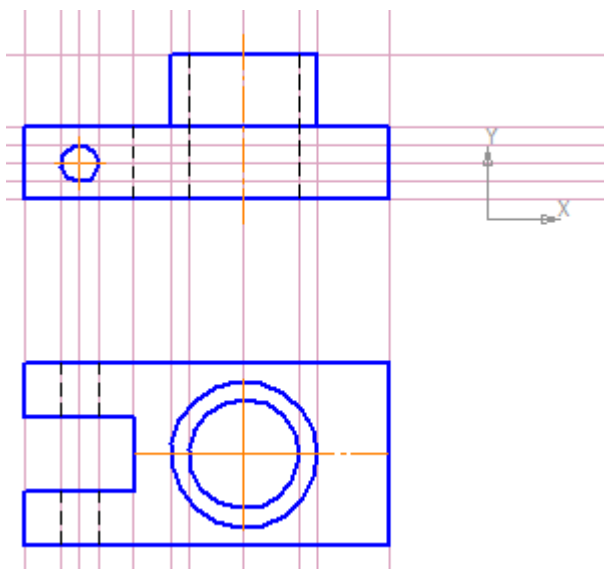

Рис. 8
- чтобы построить *вид слева*, проведите проекционные связи от каждой точки контура главного вида ( – **Горизонтальная прямая**, панель расширенных команд  – **Параллельная прямая**) – рис. 8;